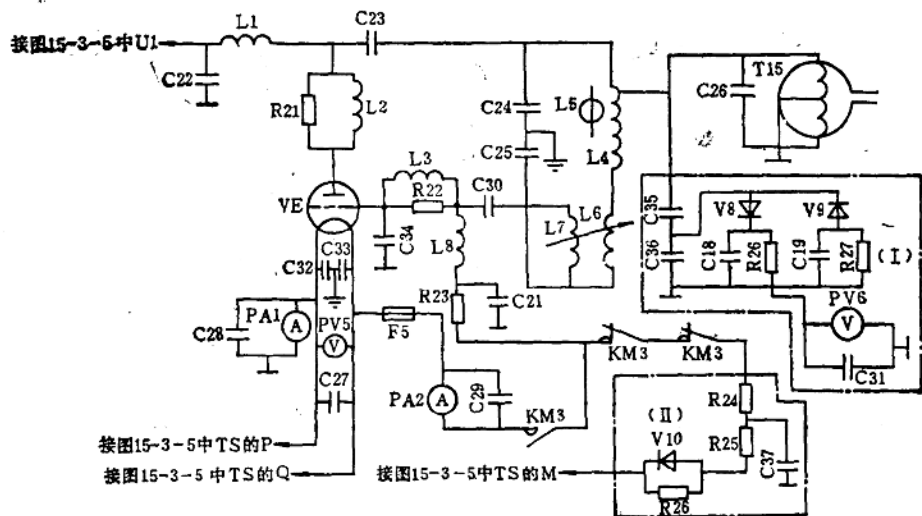

图15-3-3 振荡器原理图
(2) 电子管振荡器 电子管振荡器如图15-3-3所示。图中VE为FU-433S型电子管，有的用户
由图15-3-3可见,反馈电路是电感、电容合成反馈,反馈的能量主要来源于电容反馈。C24和C25采用固定的比例,所以这部分反馈是固定的正反馈。L7是装在线圈L6中间的一个可旋转的小线圈。将L7沿顺时针方向转到与L6同轴时,L7上取得的反馈电压与电容上的反馈电压同相,总反馈电压是两个电压之和,此时反馈最大。当L7沿逆时针方向旋转180°时,L7上的反馈电压与电容反馈电压反相,此时反馈电压是两个电压的代数和,反馈最小。当L7旋在中间位置时,反馈电压取上述两种情况的中间值。本设备振荡管的阳极和栅极均采用并联供电。对于防寄生振荡装置,在选取元件参数时,要求L3和L2对200~250kHz工作频率的感抗很小,并远远小于R21、R22的阻值,因此对振荡并无影响,而对工作频率的倍频,则L3和L2的感抗远远大于R21、R22的阻值,迫使倍频电流通过R21、R22进行衰减。KM3是控制加热接通和断开的交流接触器,在KM3未吸合时,截止负栅压整流器供给电子管栅极一个很高的负压(约1000V以上),这个电压值远远大于电子管截止偏压,因此阳极电流为零,不能振荡。当KM3吸合后,栅极的负压被切断,栅极电路接通并产生振荡。
(4) 槽路电压表 图15-3-3虚线框(I)内为槽路电压表装置。二槽路(由C26和T15组成)电压由C35、C36分压,取C35和C36的容量相等,因此C36上的高频电压是二槽路电压的一半。C36上的电压经V8整流使电压表PV6有指示,调整电阻R26,使PV6的指示为二槽路电压的峰值。C19、C18是滤波电容,C31是表旁路电容,V9、R27组成分压电容的充放电回路,如果没有这一部分PV6将无指示。
(5) 截止栅负压整流器 从稳压器TS的M端取得的交流电压,经高压硅堆V10半波整流后,输出的直流电压作为振荡管的截止负栅压,电路如图15-3-3中虚线框(II)所示。C37是滤波电容,通过它提高直流输出电压。